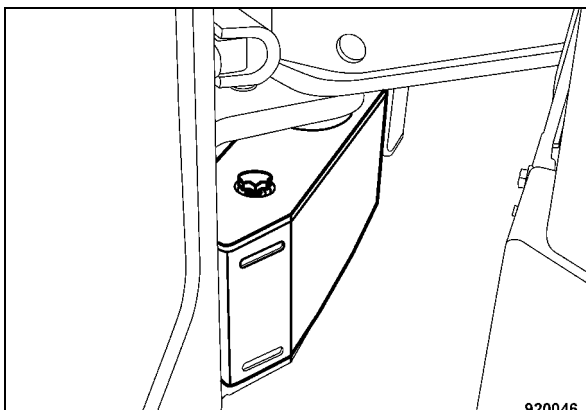

Fig. 69
- Smontare la copertura della batteria(Fig. 69).